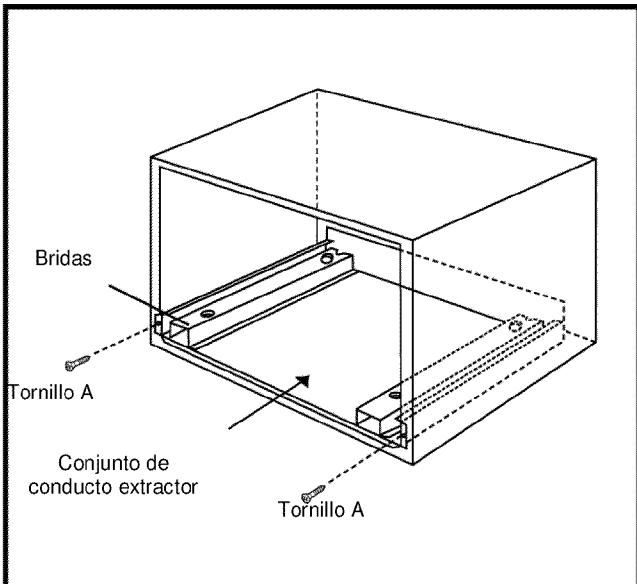

Ilustración 3
1. Coloque el conducto extractor en la abertura. Cuando el conjunto del conducto extractor se ha colocado en la abertura correctamente, las bridas quedarán firmemente contra el borde inferior de la abertura. Véase la Ilustración 3.